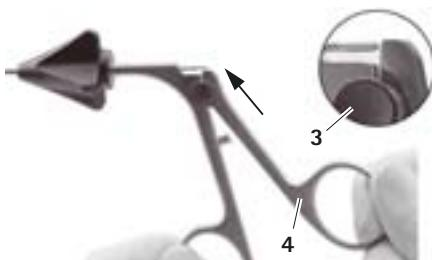

Fig. 10
- Pousser vers le haut la partie mobile de la poignée 4 tout en tenant l'insert de travail 7 jusqu'à ce que le bouton 3 s'enclenche, voir Fig. 10.